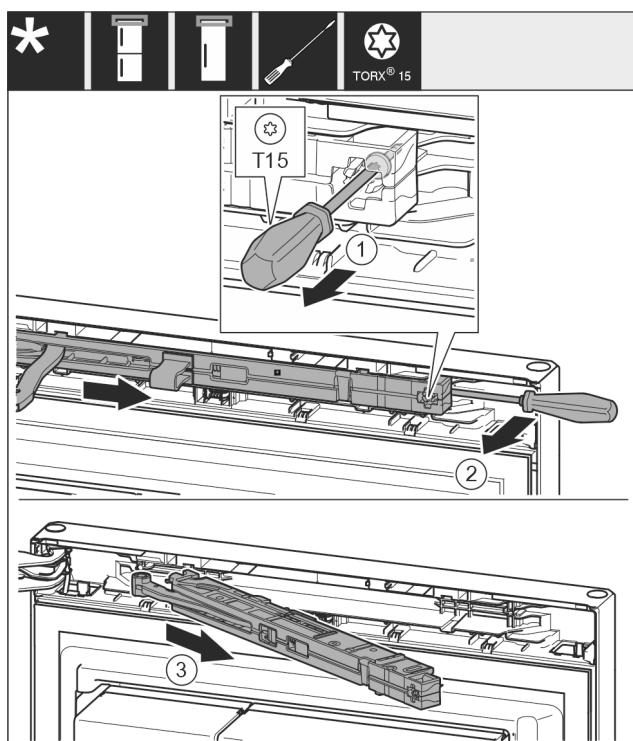

Fig. 13
► Schraube Fig. 13 (1) an Schließdämpfereinheit mit Schraubendreher 14 mm lösen.
► Schließdämpfereinheit Fig. 13 (2) griffseitig mit Schraubendreher nach vorne aushebeln.
► Schließdämpfereinheit Fig. 13 (3) herausziehen.